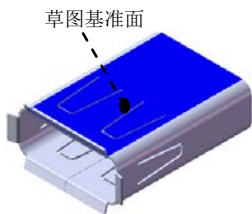

图 10.37 草图基准面
(2) 定义特征的草图基准面。选取图 10.37 所示的模型表面为草图基准面。